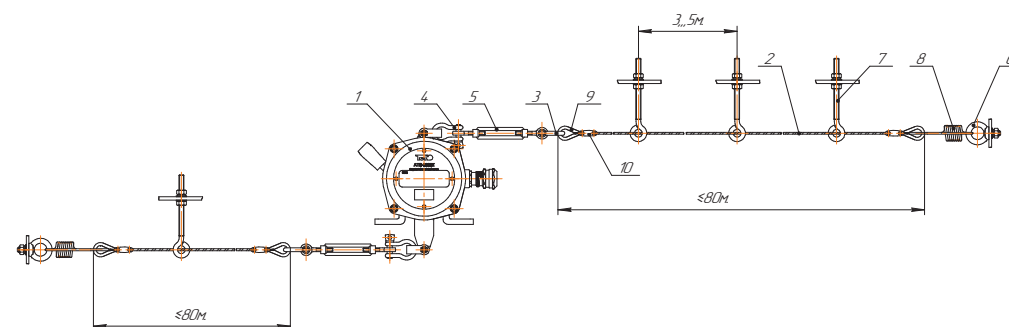

Рис.4
7.2. Выключатели АТВ-0806К (поз.1) (см. Рис.4) установить на ставе конвейера. Рекомендуемые расстояния между промежуточными опорами (поз.6) и длина троса указаны на схеме.